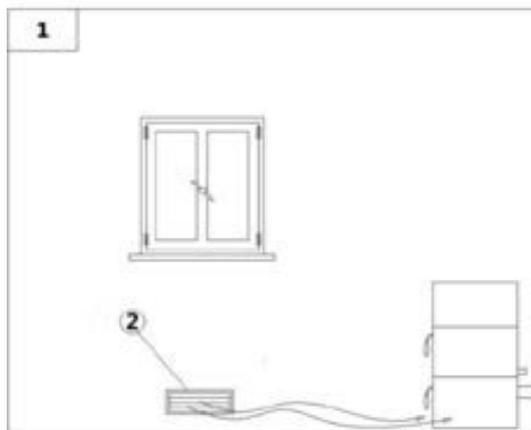

Fig. 6 - Afflusso d'aria diretta
- L'afflusso dell'aria tra l'esterno ed il locale può avvenire per via diretta, tramite apertura su parete esterna del locale (vedi **Fig.6**).